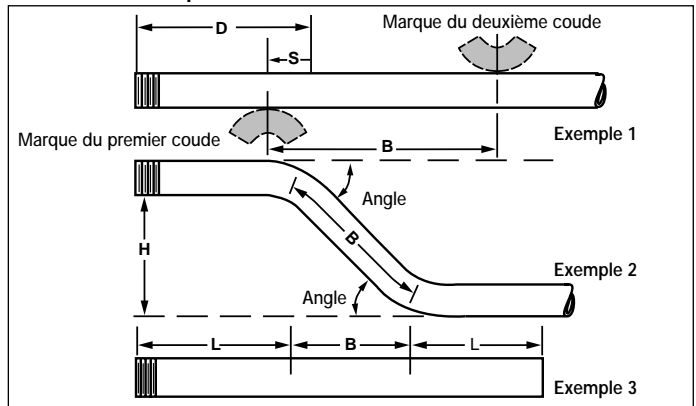

Figure 7
3. Marquer la deuxième mesure de cintrage (B) sur le tuyau, comme illustré (Figure 7, Exemple 1).